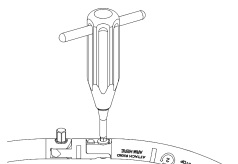

Abbildung 5
- Mit dem **Sechskantwerkzeug** (ML-0505) ziehen Sie die Schraube am halbringförmigen Teil fest, um die Baugruppe zu sichern. (Abbildung 5 und 6)